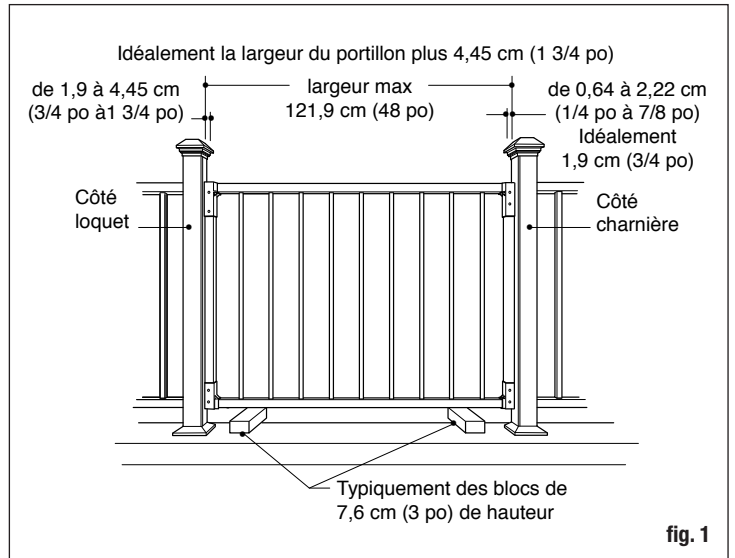
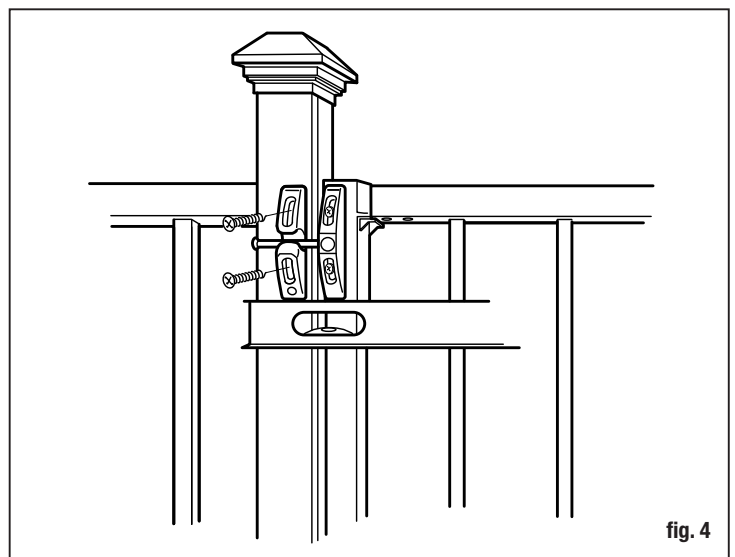

fig. 1
fig. 4
**Étape 2** Les charnières du portillon permettent des écartements de 0,64 à 2,22 cm (1/4 po à 7/8 po), idéalement 1,9 cm (3/4 po). Le loquet permet des écartements de 0,95 à 4,45 cm (3/8 po à 1 3/4 po). Établissez l'écartement souhaité puis déduisez-le de l'espace d'ouverture. On recommande 4,45 cm (1 3/4 po) mais cela peut varier entre 1,6 à 6,35 cm (5/8 po et 2 1/2 po) (fig. 1).
**Étape 8** Soutenez le portail en plaçant des blocs prédécoupés sous le rail inférieur et entre les poteaux (fig. 1). L'espacement de 7,6 cm (3 po) est typique, mais peut être supérieur ou inférieur selon les codes du bâtiment locaux. Selon le code du bâtiment modèle, tous les espaces doivent être inférieurs à 10,1 cm (4 po). Assurez-vous que le bas de la barrière sera suffisamment haut pour dégager tous les obstacles, comme la garniture de la base du poteau, le cas échéant.
**Étape 9** Assurez-vous que le portillon est d'aplomb et à niveau et fixer les charnières (E) au poteau.
**Étape 11** Positionnez le loquet (D) sur les trous pré-perçés. Vérifiez le niveau et fixez le loquet à l'aide des vis à tête basse cylindrique n° 10 x 1 po fournies avec le loquet et positionnées au centre des fentes de vis.
**Étape 12** Fermez le portillon et marquez le haut du loquet sur le poteau adjacent à l'aide d'un niveau. Positionnez le taquet et fixez-le au poteau adjacent (fig. 4).